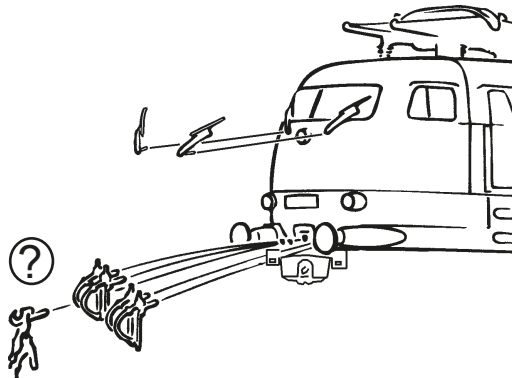

Fig. 3
Mehrzugbetrieb: Zuerst Lokgehäuse abnehmen (Fig. 3). Danach den Brückenstecker aus der Schnittstelle entfernen (diesen sorgsam aufbewahren). Danach den Stecker des Steuerbausteins lagerichtig einsetzen (siehe Fig. 5).
2. Schmierung: Versehen Sie die im Schmierplan in Fig. 8 gekennzeichneten Stellen mit nur **kleinen Öltropfen**. Dazu zuerst das Lokgehäuse abnehmen (Fig. 3). Wir empfehlen den ROCO **Öler Art.-Nr. 10906**. Fürs Schmieren der Getriebeteile (Zahnräder, Schnecke) empfehlen wir das **ROCO-Spezialfett Art.-Nr. 10905**. Im Falle der Schmierung diese Teile **nicht ölen**.
4. Kohlebürstenwechsel: Lokgehäuse abnehmen (Fig. 3). Danach wird der Motor ausgebaut und die Kohlebürsten ausgewechselt (Fig. 10).
2. Lubrication: Apply **tiny oil drops** to spots marked in fig. 8. Prior to lubrication dismantle locomotive (fig. 3). We recommend using item no. **10906, ROCO oiler**. For lubrication the gearparts (e.g. cogwheels, worm) we would recommend our ROCO **special grease** (item no. **10905**).
4. Carbon Brush Changing: First remove loco body (fig. 3), and then the motor (fig. 10).
2. Graissage: N'appliquez **qu'une toute petite goutte** aux endroits indiqués par le plan de graissage (fig. 8) après avoir démonté la caisse de la locomotive (fig. 3). Nous vous recommandons **le graisseur à huile ROCO réf. 10906**. Pour graisser les engrenages (roues dentées, vis sans fin) nous vous conseillons la **graisse spéciale ROCO réf. 10905** pour engrenages en matières synthétiques. Lorsque vous utilisez cette graisse il faut éviter d'huiler ces composants.
4. Remplacement des balais du moteur: Démontez la caisse (voir fig. 3). Démontez ensuite le moteur et échangez le balais (fig. 10).
see } Fig.3
voir } Fig.3